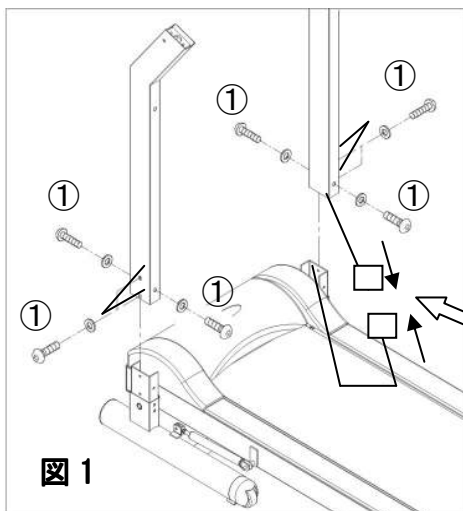

図 1
1 支柱の取り付け 図 1 参照
部品番号①ボルト 16mm とワッシャーを図 1 を参考に取り付け固定する。